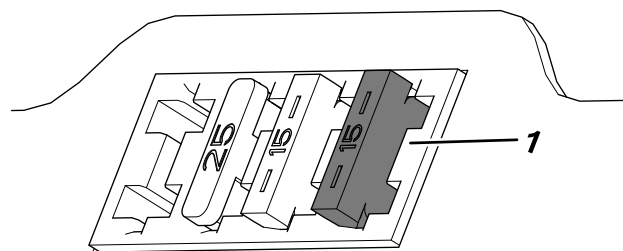

Figura 8
7. Inserite il fusibile nella posizione all'estrema destra rispetto al portafusibili (Figura 8).